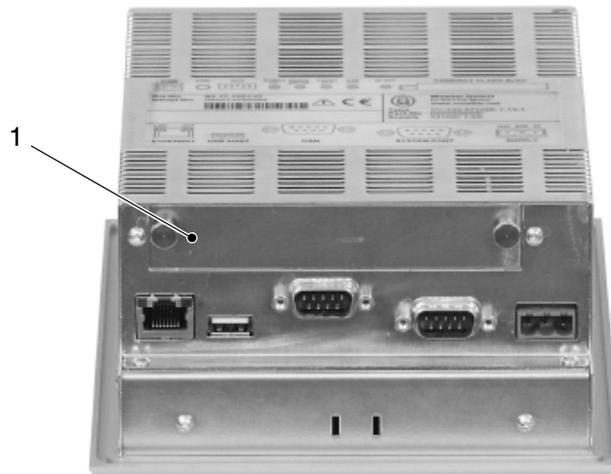

Fig. 7-4
1. Desaparafuse a tampa (1, fig. 7-4) e guarde-a ou desaparafuse o módulo de comunicação antigo e retire-o.